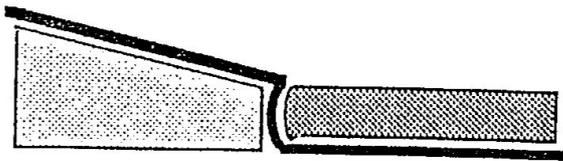

Abb.1
1. Stütze für das Ausstellen des Titelblattes (Abb. 1)